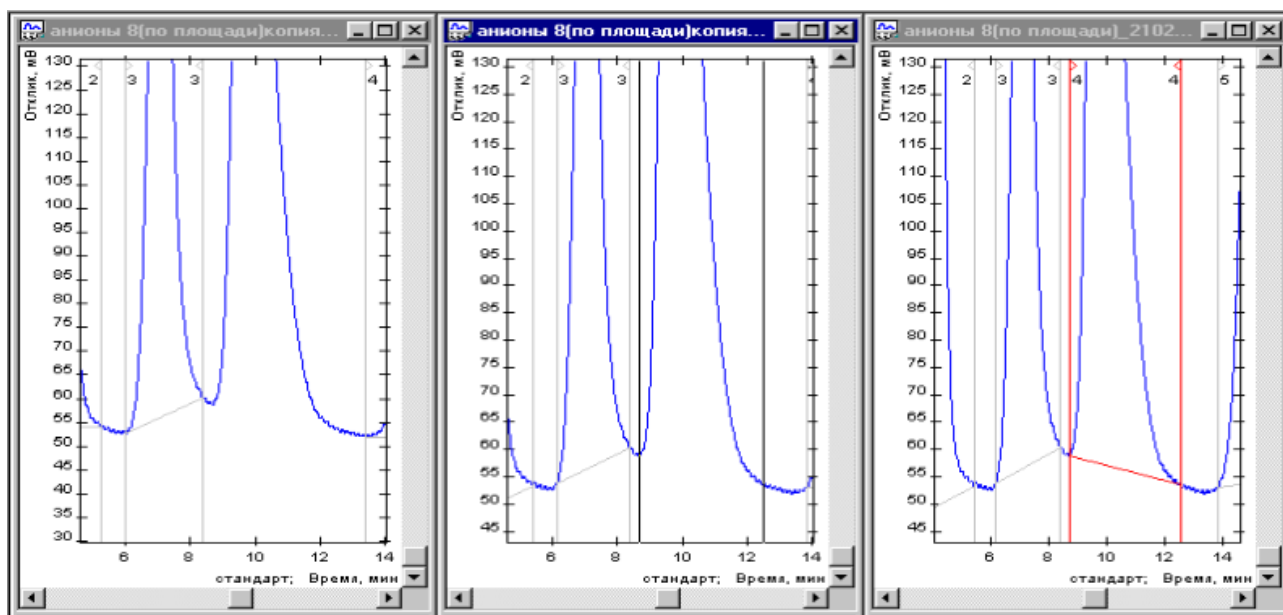

Рис. 55: 1) Исходная разметка; 2) Обозначение границ нового пика; 3) Результат.
2. На хроматограмме отметьте границы начала и конца пика (**Рис. 55**).